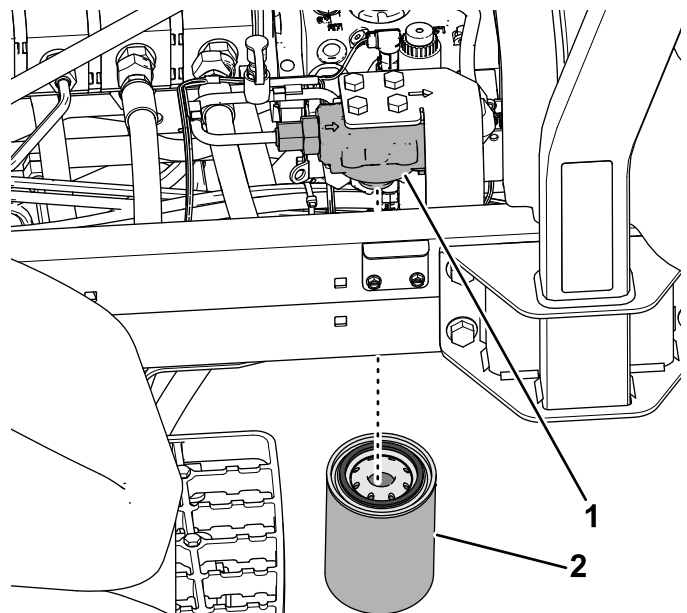

**Figura 107**
3. En el lado izquierdo de la máquina, coloque un recipiente de vaciado debajo del filtro hidráulico (Figura 107).